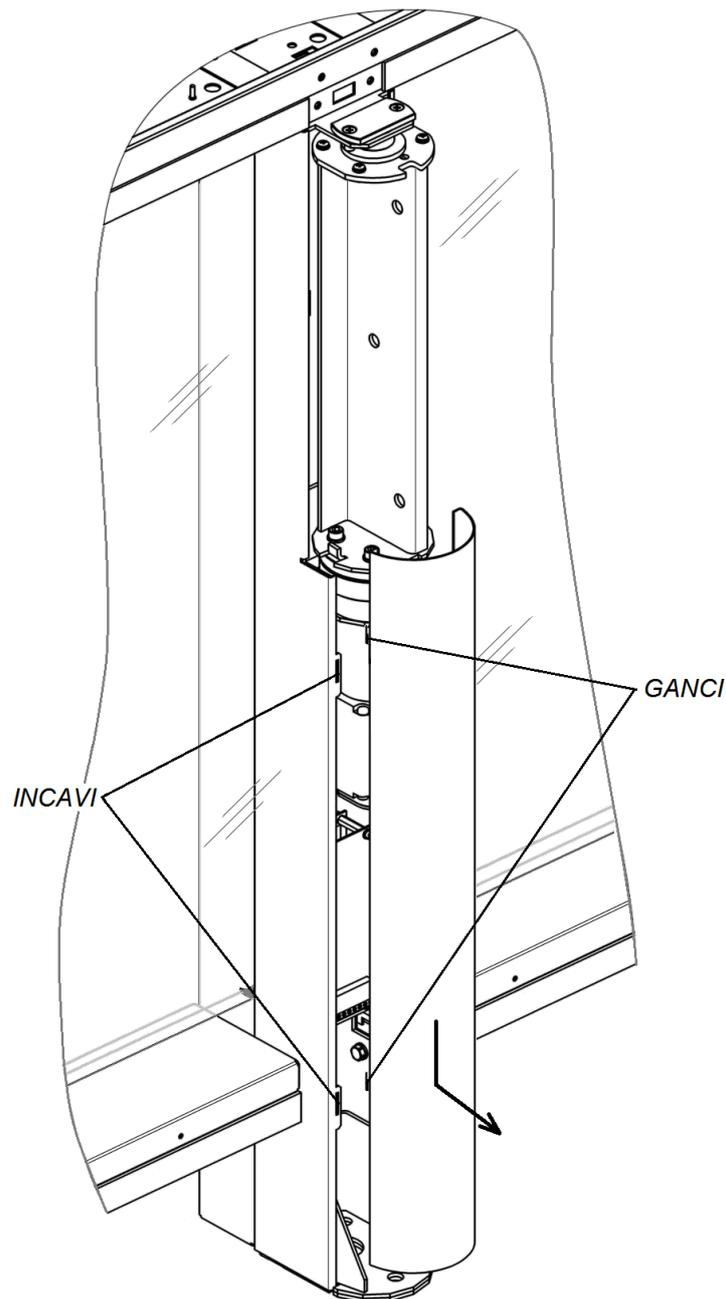

Fig. 18. Smontaggio della piastra di copertura del montante centrale
- Smontare la piastra di copertura del montante centrale (5) (Fig.18, paragrafo 8.8.1).
Per smontare la piastra di copertura del montante centrale (5) – spostare la piastra di copertura muovendola lungo il montante all'ingiù e verso di se, estraendo i ganci della piastra di copertura dagli incavi del montante centrale (rif. Fig. 18).